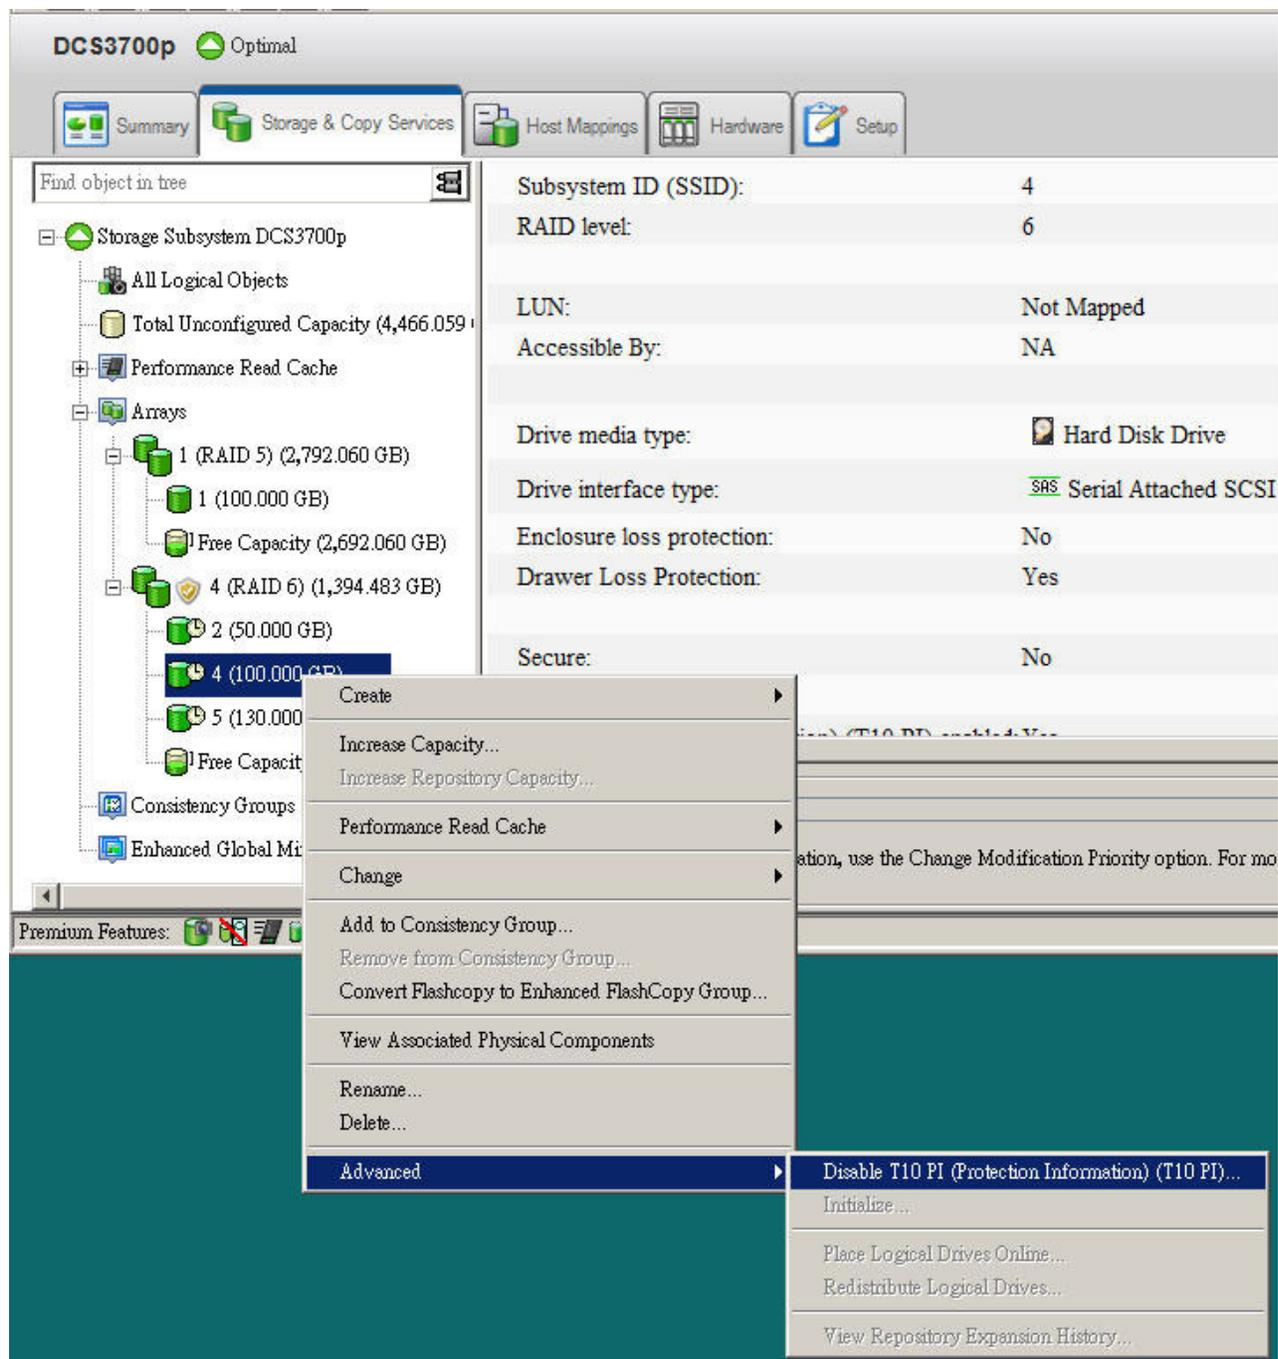

Figura 8. Inhabilitación de T10PI
- Pulse con el botón derecho en la unidad cuya capacidad T10PI va a deshabilitar y seleccione **Deshabilitar T10PI (Información de protección) (T10PI)** como se muestra en Figura 8 en la página 77.